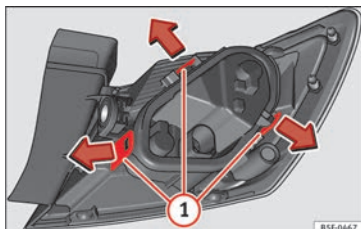

Abb. 112 Befestigungslaschen Rückseite Heckleuchte.
- Bauen Sie den Lampenträger » **Abb. 112** aus, indem Sie die Befestigungslaschen ① entriegeln.